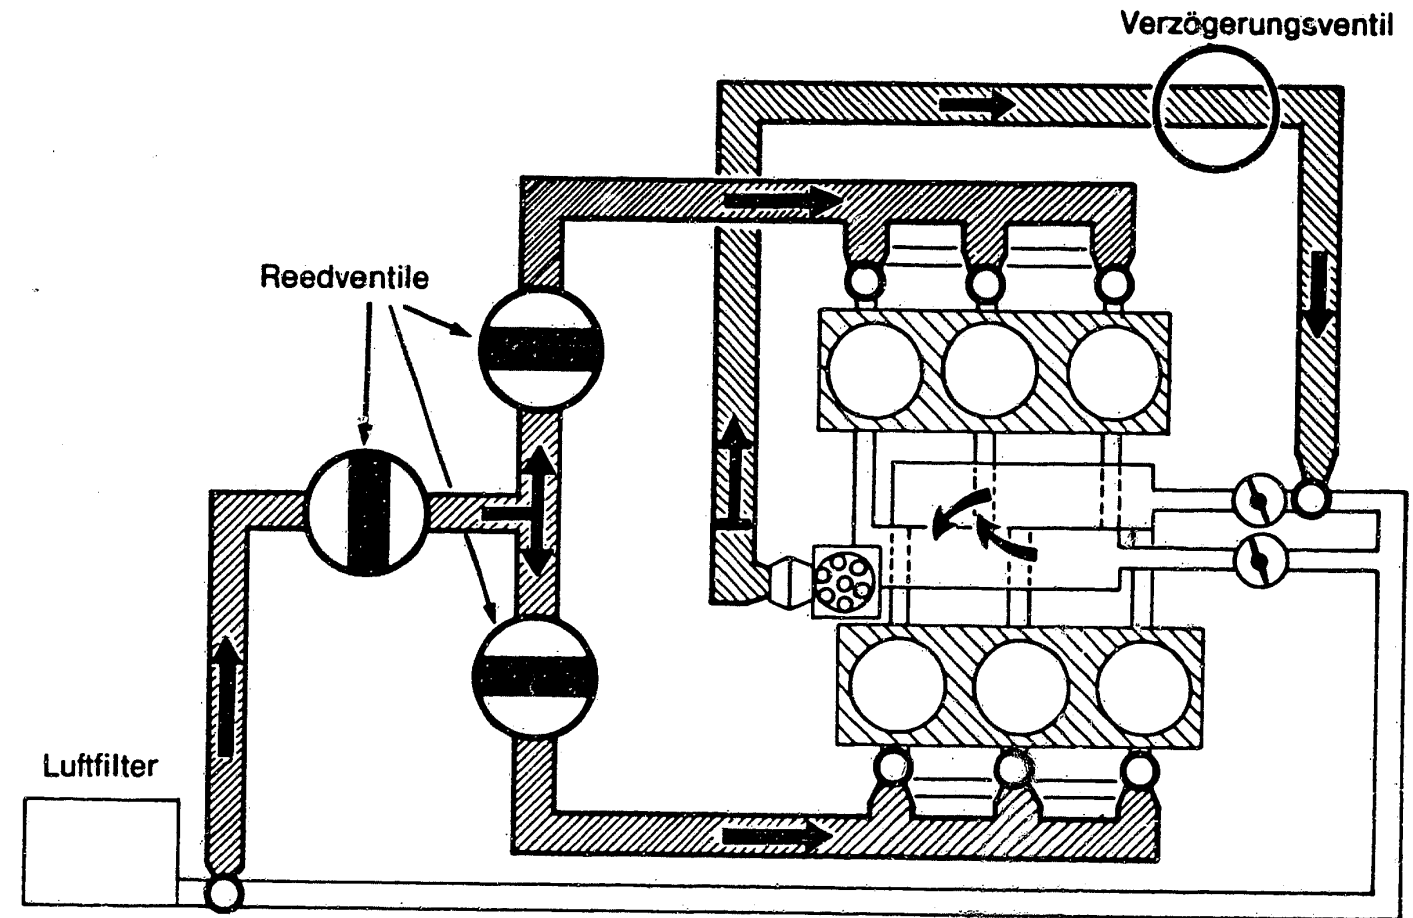

Bild 40b Schematische Darstellung des Abgasentgiftungssystems am 2850 V6-Motor.
c) Im **2850 V6** erfolgt die Luftzufuhr zur Auslassseite durch drei Reedventile (Bild 40b). In die Unterdruck-Zündverstellung ist ein Verzögerungsventil eingebaut.